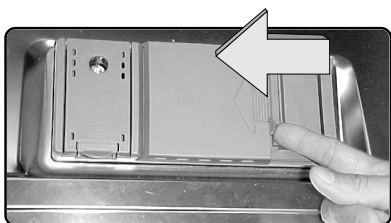

Figure 18/Ill. 18
1. If the detergent dispenser cover is closed, open it by pressing the blue release tab **into the dispenser as shown** by arrow A in Figure 18. **Note: Pushing down on the release tab will not open the cover**
1. Si le couvercle du distributeur de détergent est fermé, l'ouvrir en pressant la languette de dégagement **dans le distributeur**, comme à la figure 18. **Remarque : en poussant la languette de dégagement, cela n'ouvre pas le couvercle.**
1. Si la cubierta del surtidor de detergente está cerrada, ábrala por medio de oprimir la lengüeta de desenganche **hacia adentro del surtidor** tal como se muestra con la flecha A en la Ilustración 18. **Nota: La cubierta no se abre cuando se oprime la lengüeta de desenganche.**